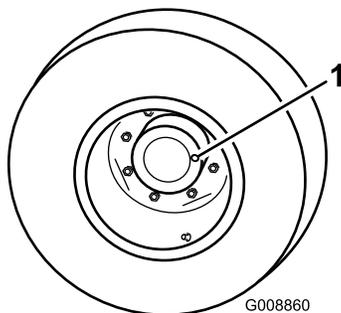

Bild 66
1. Stellen Sie, wenn sich die Maschine auf einer ebenen Fläche befindet, das Rad so, dass sich die Prüf-/Ablassschraube (Bild 66) entweder in der 3-Uhr- oder der 9-Uhr-Stellung befindet.
2. Nehmen Sie die Schraube am Planetengetriebe ab (Bild 66). Der Ölstand muss die Unterseite des